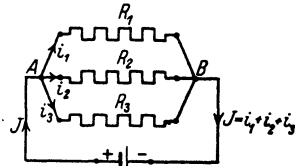

Abb. 12. Parallelschaltung von Widerständen zu Aufgabe 71.
71. Zwischen den beiden Punkten A und B der Abb. 12 herrscht ein Spannungsunterschied von $U_k = 24$ [15] Volt. Der Strom teilt sich in A in drei Zweige mit den Widerständen $R_1 = 8$ [7,5] Ω ; $R_2 = 4$ [3] Ω und $R_3 = 6$ [1,5] Ω .